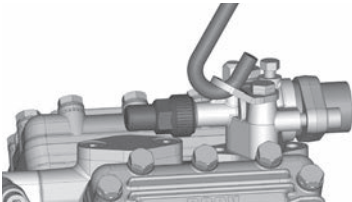
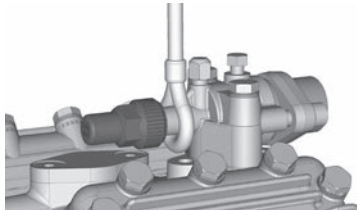

Fig. 4
Fig. 5
- Possibilidade de transporte e de elevação no olhal de transporte (fig. 4) ou diretamente na válvula de fechamento da descarga (fig. 5).